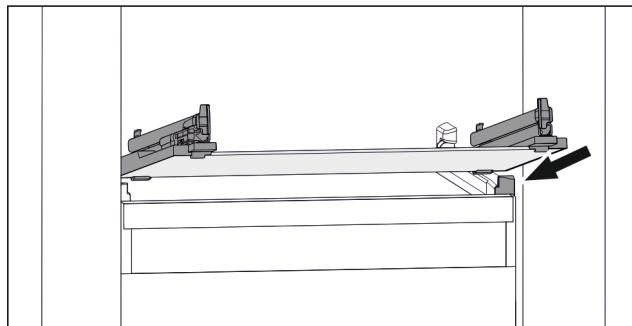

Fig. 124 Приближене відображення скляної пластини
- Встановити скляну пластину за стопорами навколо. (див. Fig. 124)